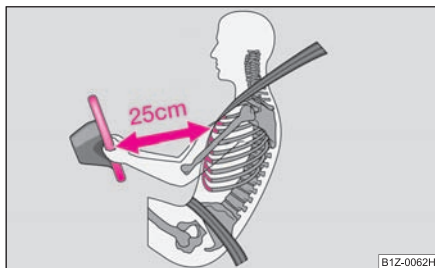

Fig. 120 Distancia de seguridad con respecto al volante
- Es importante que el conductor y el acompañante mantengan una distancia mínima de 25 cm con respecto al volante o al tablero de instrumentos ⇒ **fig. 120**. Si no respeta la distancia mínima, el sistema de airbag no podrá protegerle - ¡Peligro de muerte! Además, los asientos delanteros y los reposacabezas siempre deben estar correctamente ajustados a la estatura del ocupante.